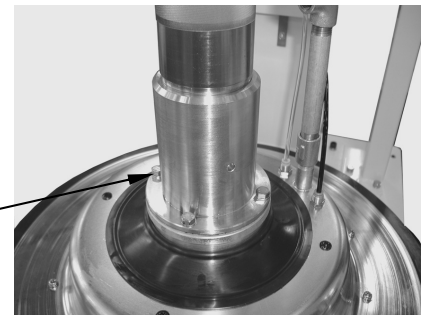

Fig.7.3
- 3) インダクタープレートは、取付けボルト（M8×4か所）を緩めて、取外してください。(Fig.7.3)